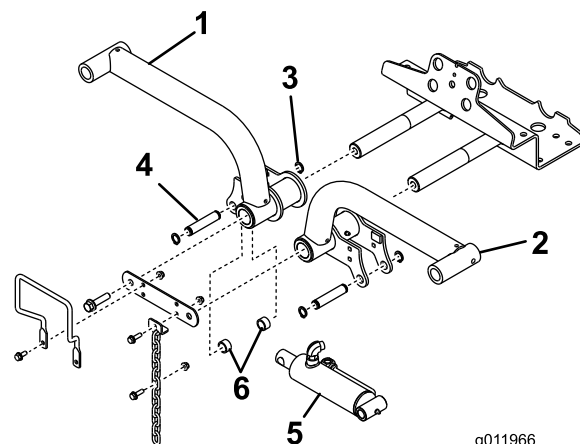

図 15
4. 左右の昇降アームをそれぞれピボットシャフト 図 15 に差し込み、保管しておいたピボットシャフトリンクとキャップスクリューを取り付けて固定する。
6. 昇降シリンダの右端を右昇降アームに連結するピン1本とスペーサ2個 図 15。リターナリングで固定する。